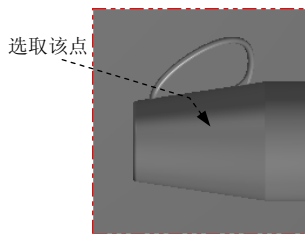
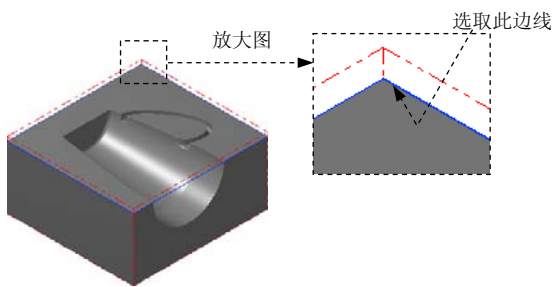
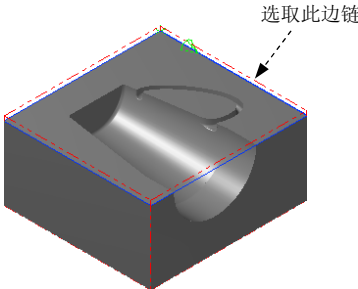

图 21.4 定义基准点
图 21.5 绘制矩形边界
图 21.6 定义区域
Step1. 绘制矩形边界。单击顶视图 按钮，选择 **C 绘图** → **R 矩形...** 命令，系统弹出“矩形”工具栏。在“矩形”工具栏中确认 按钮被按下，选取图 21.4 所示的坐标原点，然后在 后的文本框中输入 160，在 后的文本框中输入 170，按 Enter 键。单击 **✓** 按钮，完成矩形边界的绘制，结果如图 21.5 所示。
Step3. 设置加工区域。在图形区中选取图 21.5 所示的边线，系统自动选取图 21.6 所示的边链。单击 **✓** 按钮，完成加工区域的设置，同时系统弹出“2D 刀具路径—平面铣削”